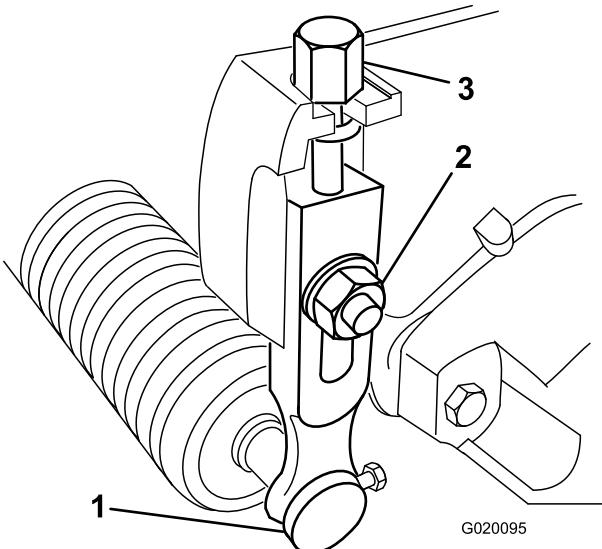

Figura 8
1. Afloje las contratuerca que fijan los brazos de altura de corte a las chapas laterales de la unidad de corte (Figura 8).